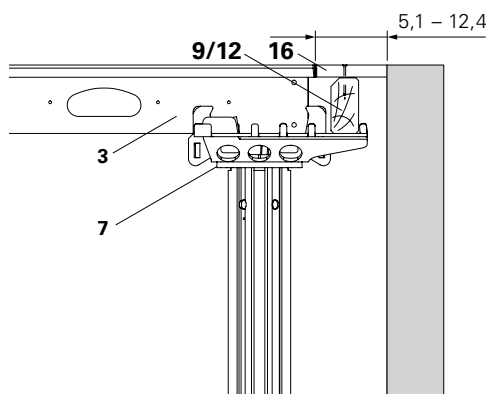

Fig. A5.36
Aparafusar a compensação em madeira SPH (12) ou madeira (13) até um máximo de 12 cm no painel. (Fig. A5.36)
3. Instalar o forro (16) e fixar com pregos.
1. Posicionar o cabeçal de borde SCK (7) com a consola na direcção do fecho.
2. Instalar o painel (3).
3. Instalar a viga de extremidade SRT-2 (9) ou compensação em madeira SPH (12) no cabeçal de borde (7).
4. Instalar o forro (16) e fixar com pregos. (Fig. A5.36)